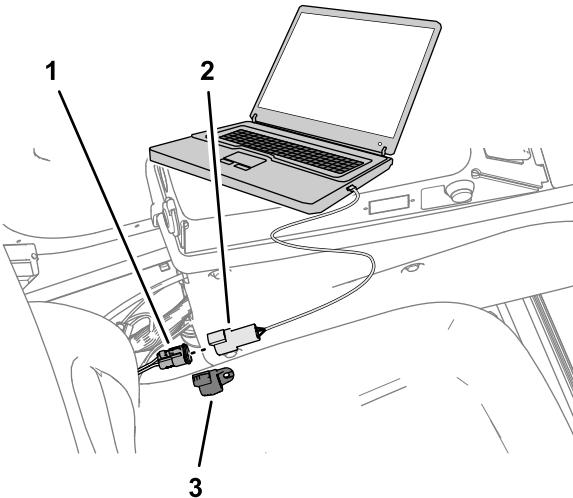

Figura 145
7. Retire el tapón del conector hembra de 3 vías del conector CAN del arnés de cables del kit marcado DUPLICATE DIAG CONNECTOR y enchufe el cable de interfaz USB/CAN de 3 pinos en el conector hembra de 3 vías (Figura 145).